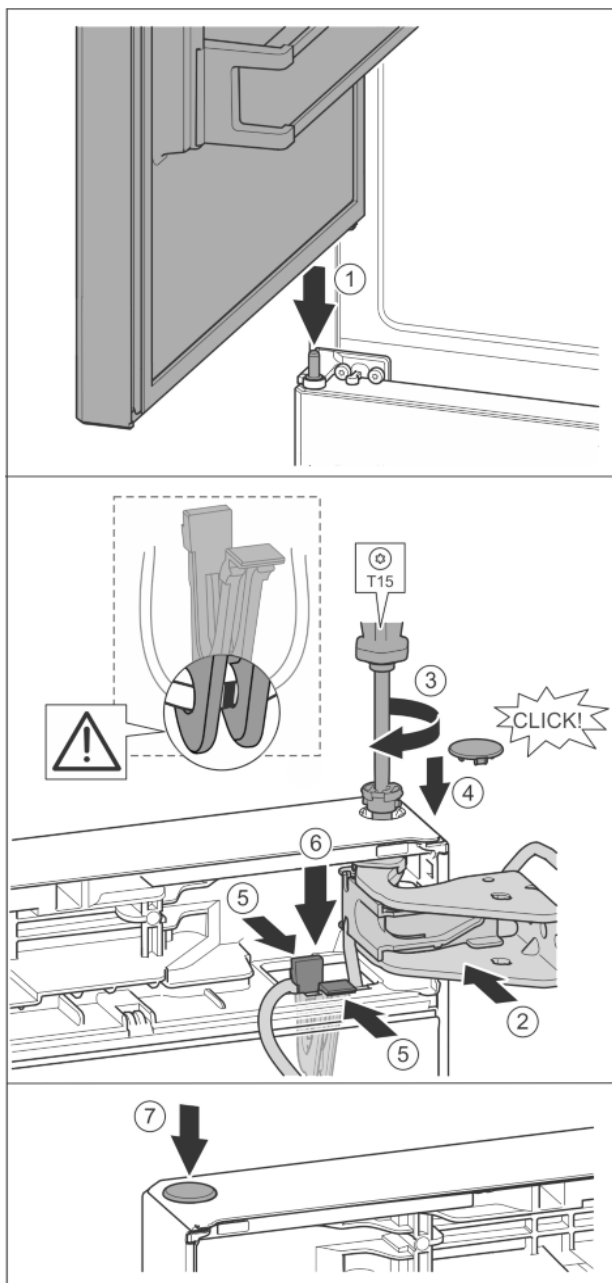

Fig. 41
- Установка верхней двери на средний опорный палец Fig. 41 (1)
- Дверь вверх выровнять по отверстию в опорном кронштейне. Fig. 41 (2)
- Вставить палец и затянуть отверткой T15. Fig. 41 (3)
- Установить предохранительную крышку для защиты двери: вставить предохранительную крышку и проверить, прилегает ли она к двери. В ином случае вставить палец полностью. Fig. 41 (4)
- Вставить держатель кабеля с закрепленным на нем кабелем в отверстие. Fig. 41 (5)
- Прижать держатель вниз так, чтобы соединительная накладка защелкнулась. Fig. 41 (6)
- Вставить заглушку. Fig. 41 (7)